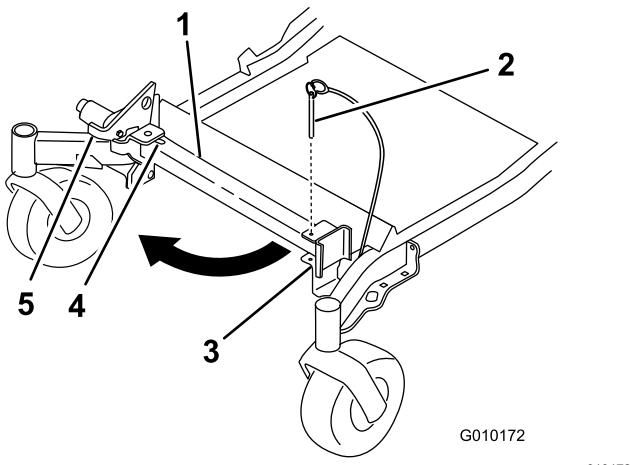
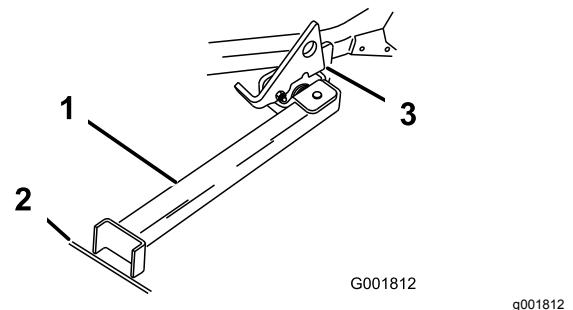

Figura 42
Figura 43
2. Togliete il perno dalla staffa (Figura 42).
4. Portate il piede del supporto sul davanti e spostatelo verso la macchina, nell'intaglio inferiore (Figura 42 e Figura 43).
5. Mettete a terra il piede del supporto e appoggiate il dispositivo di chiusura sull'aletta orientabile (Figura 43).
- Nota:** Per ottenere risultati ottimali, appoggiate il piede del supporto nelle fessure del marciapiede o nel tappeto erboso (Figura 43).
7. Guidate la macchina sul supporto. Fermatevi quando il dispositivo di chiusura cade sull'aletta e si chiude (Figura 43).
(Figura 42).